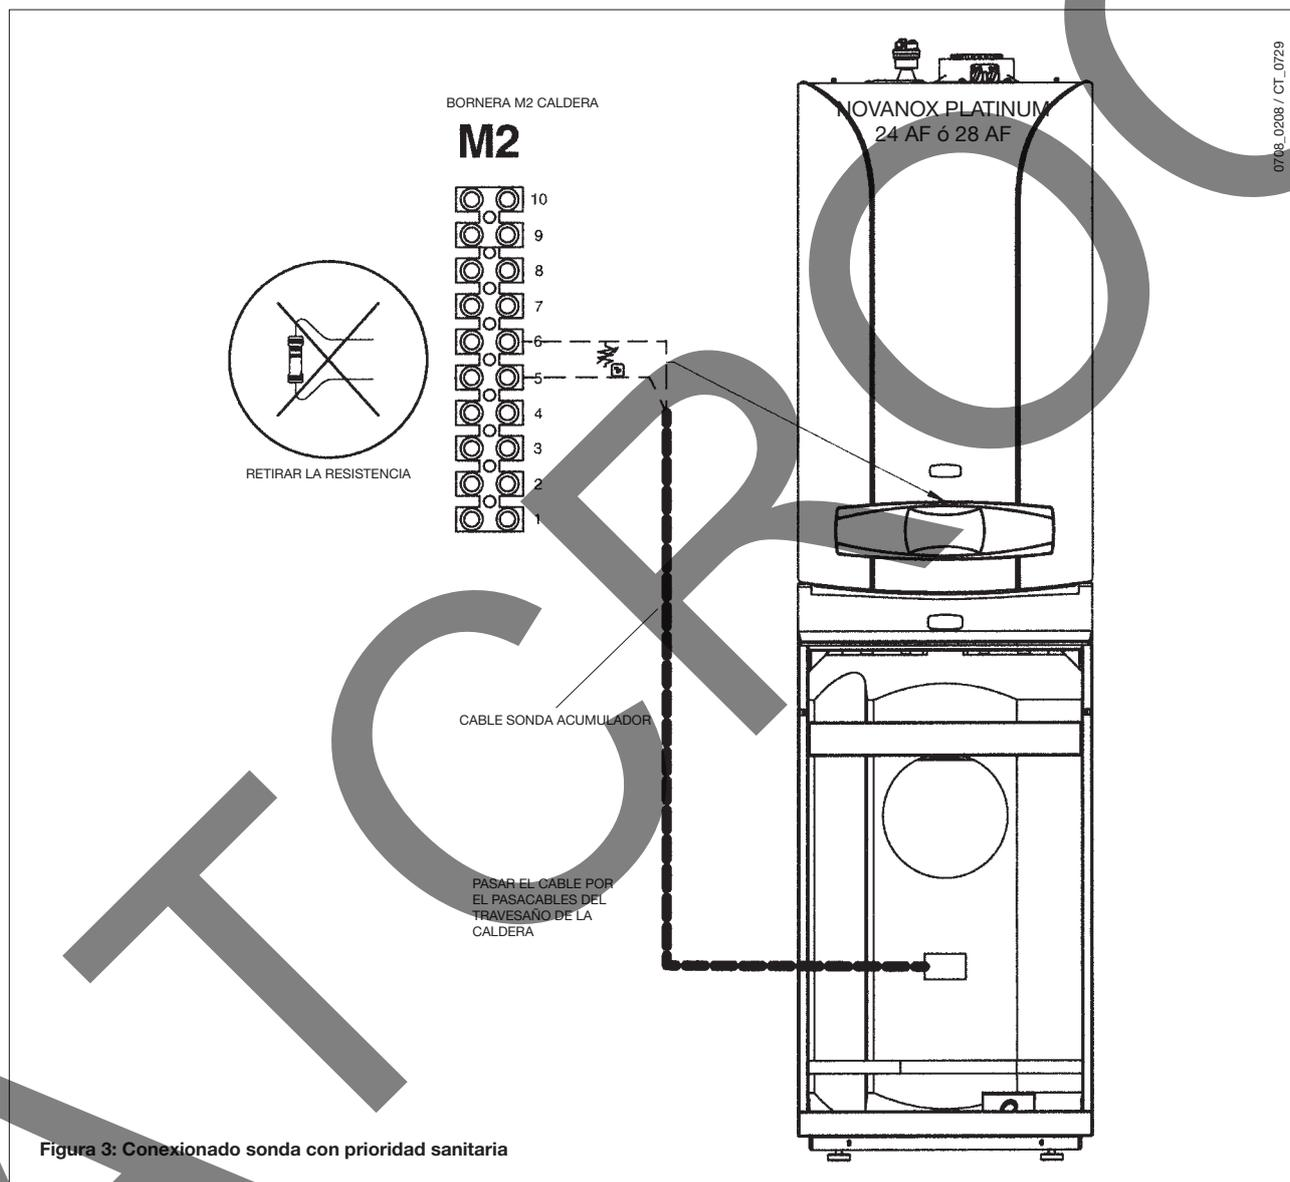

Figura 3: Conexión sonda con prioridad sanitaria
- Conectar este cable en los bornes 5 y 6 de la bornera M2 de la caldera (ver figura 3), después de retirar la resistencia existente.